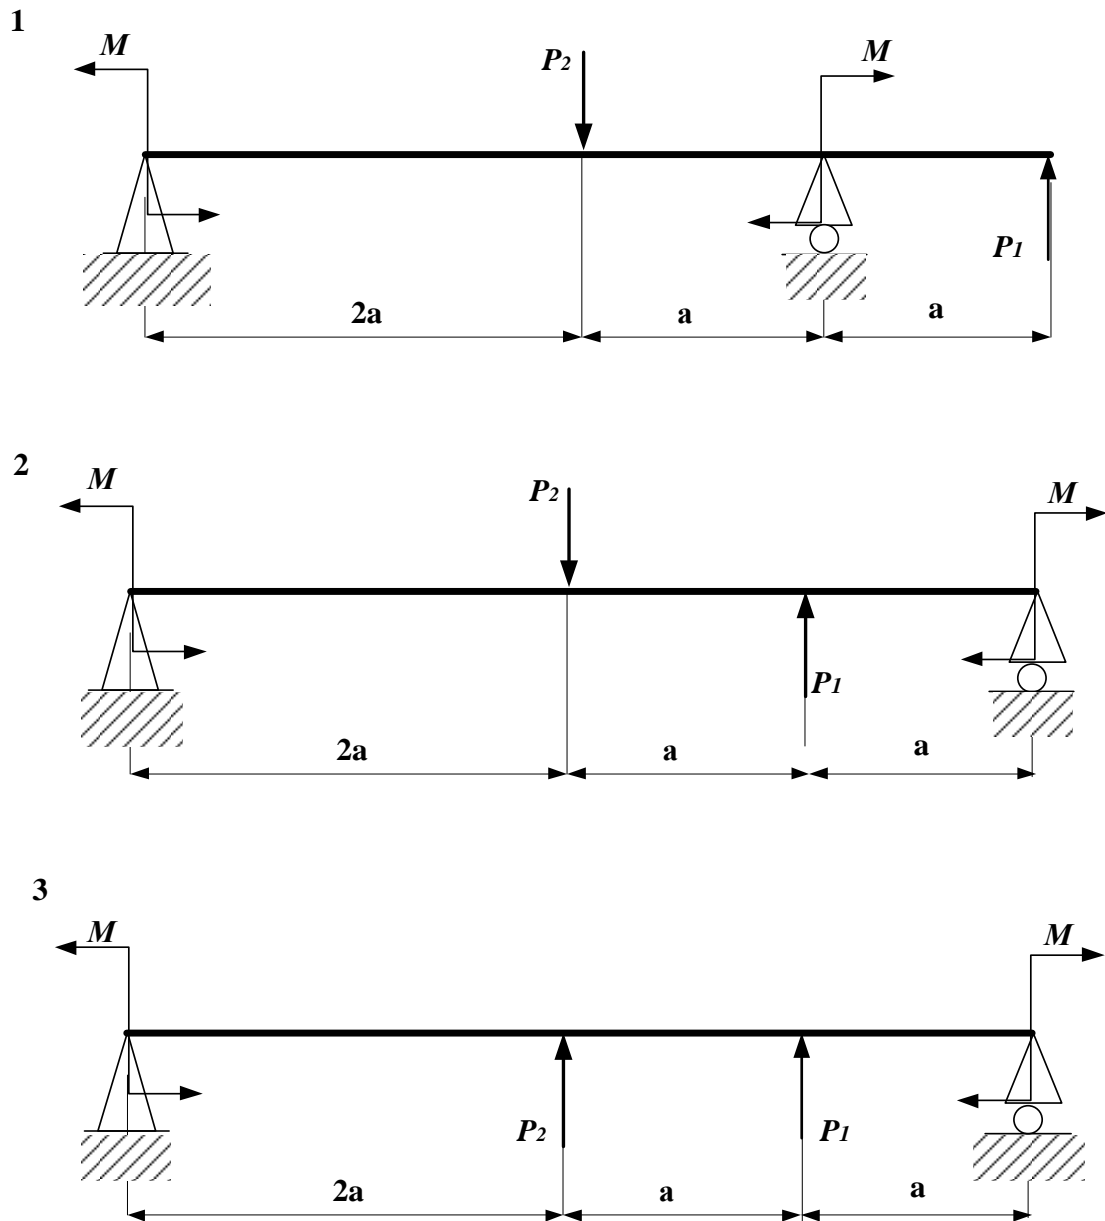

Рис.1. Расчетная схема двухопорной балки
- 1) Для стальной балки (рис.1) подобрать рациональное сечение (3 на выбор) из условия прочности. Материал балки сталь Ст 25.
- 2) Проверить двутавровую балку № 16, ГОСТ 8239-72 (рис.1) по IV теории прочности. Материал – Ст 10. Определить прогиб и угол поворота сечения на свободном конце балки, используя способ Верещагина. Жесткость балки $E \cdot J_x = \text{const}$.
1) Схема бруса и характер нагрузки (рис.1).